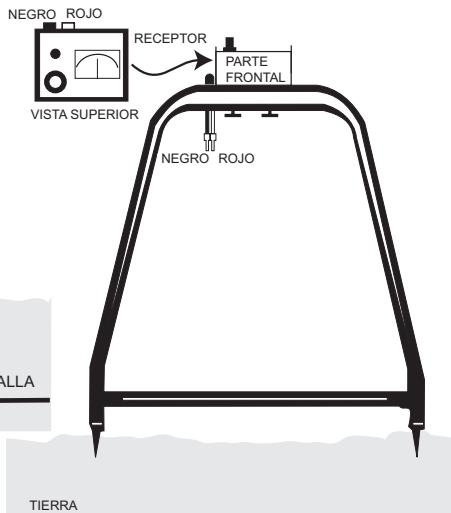

Figura 2. Instalación del Receptor
3. Con el transmisor apagado, acople el receptor al Bastidor "A" del receptor y conecte los cables de prueba del Bastidor "A" del receptor a los conectores de entrada del receptor – el cable de prueba negro al conector negro y el cable de prueba rojo al conector rojo. (Véase la Figura 2).